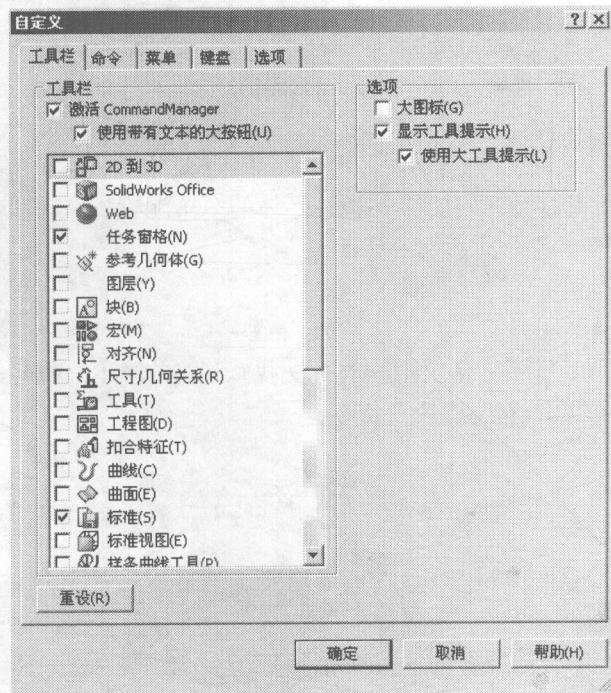

图 1-3 “自定义”对话框
2) 在菜单中单击“自定义”命令，系统显示如图 1-3 所示的“自定义”对话框。